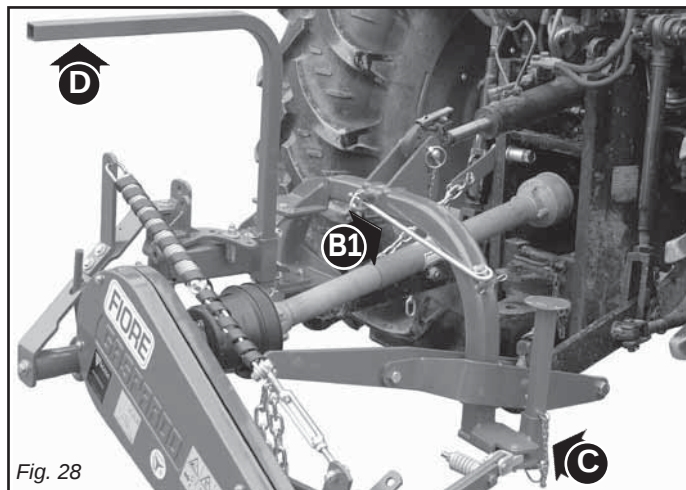

Fig. 28
- Îndepărtați picioarele de sprijin (C și D, Fig. 28) și montați-le invers în locurile lor.
- Desfaceți cârligul de siguranță și așezați-l în locul său de pe cadru (B1, Fig. 28).